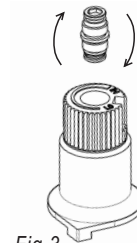

Fig. 3
- 12) Inversez la vis (Fig. 3)